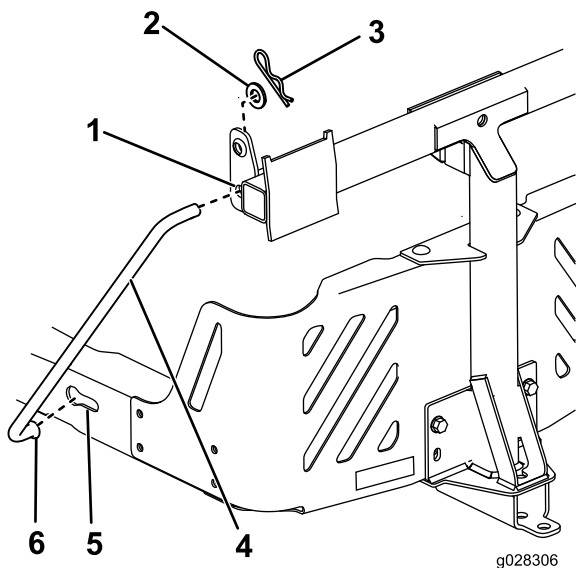

Figure 14
5. Montez l'extrémité coudée et évasée d'une tige dans le trou oblique sur le côté gauche du cadre de la machine, et déplacez la tige vers l'arrière pour l'enclencher dans le cadre (Figure 14).
6. Insérez les extrémités coudées des tiges dans l'attelage d'accessoire comme illustré à la Figure 14, et fixez l'extrémité de chaque tige avec une rondelle et une goupille fendue.